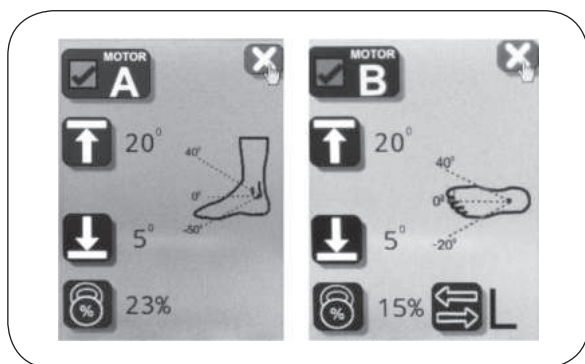

Рисунок 7.5 – Дисплей режима задания параметров механизмов
7.3 Дисплей режима задания параметров механизмов (см. рис. 7.5).